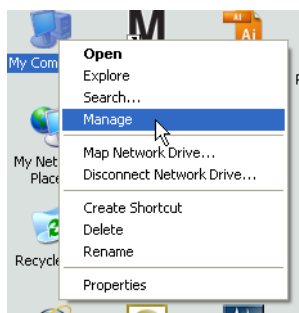

FIG. 34
- a. Cliquez avec le bouton droit de la souris sur l'icône "My Computer" (Poste de travail) sur le bureau ; cliquez ensuite sur "Manage" (Gérer) (FIG. 34).